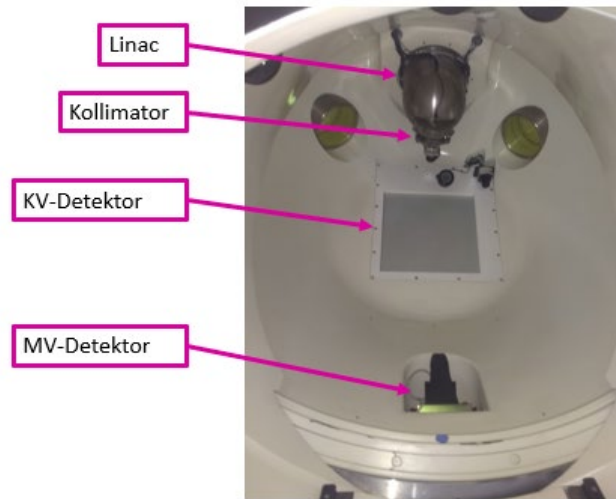

Abbildung 1.1.3: Im Inneren des Zap-X Systems
Abbildung 1.1.3 zeigt das Innere des Systems vom Tischeingang aus gesehen.
- **LINAC:** Im Inneren des Systems befindet sich der Linearbeschleuniger, der den Behandlungsstrahl abgibt (Abbildung 1.1.3 zeigt das LINAC-Gehäuse).